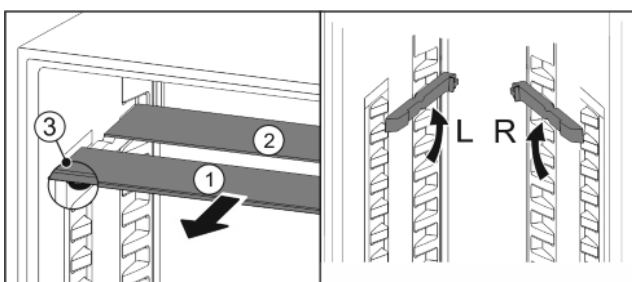

Fig. 22
- Trekk glassplatene enkeltvis fremover og ut Fig. 22 (1).
- ▷ Glassplate Fig. 22 (1) med uttrekksstopp ligger foran.
- ▷ Stopperer peker nedover Fig. 22 (3).